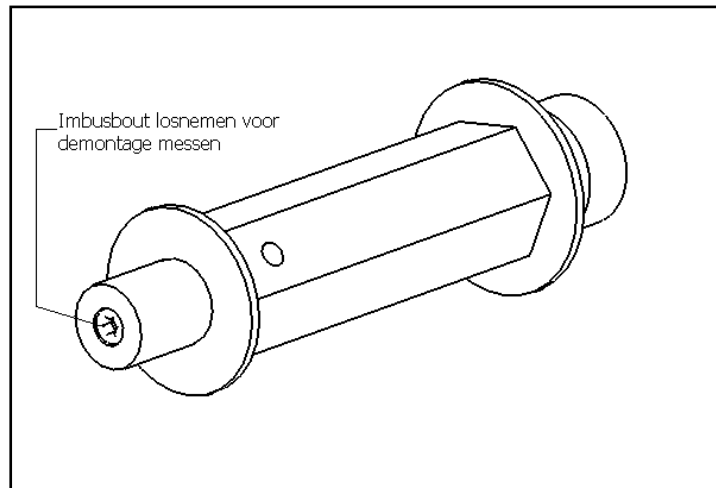

Abbildung 7
5. Die Schneidmesser des Rotors sind universal und können einmal umgedreht werden, bevor sie geschliffen werden müssen. Vor dem Lösen der Messer muss zunächst der Achsstumpf entfernt werden. Dazu muss die Innensechskantschraube gelöst werden (siehe Abbildung 7).